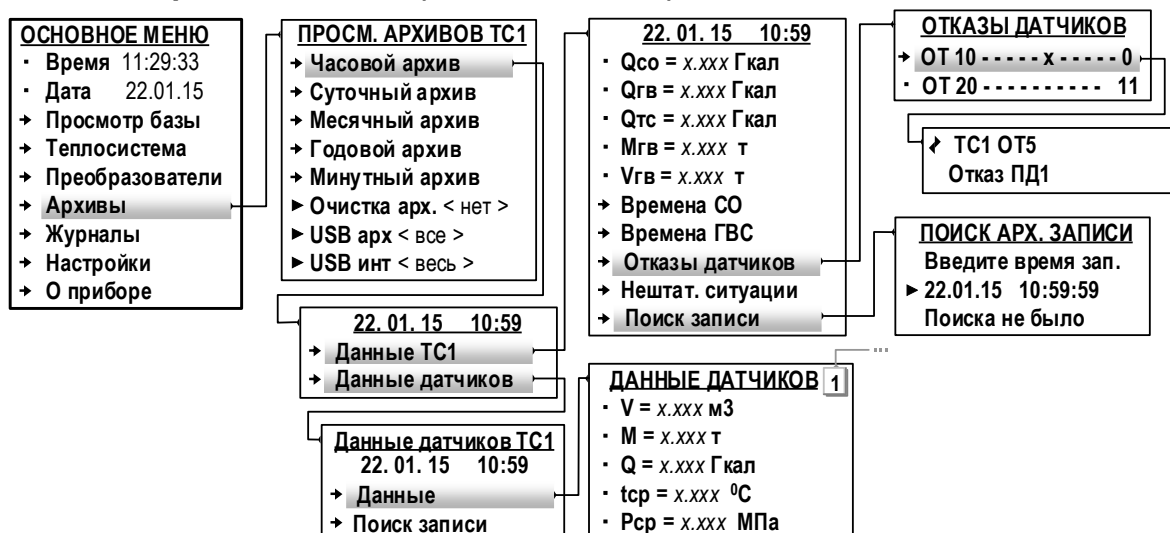

Рис.43. Вид окон индикации меню «Архивы» (режим СЕРВИС).
8.2.1. Результаты измерений и вычислений за определенный период времени работы тепловычислителя сохраняются во внутренних архивах (табл.3). Доступ ко всем архивным данным возможен только по интерфейсу. Доступ к основным архивным данным возможен из меню **Архивы**, вид которого показан на рис.43.
8.2.6. Для удобства просмотра архивных данных в ТВ предусмотрена функция **Поиск записи**. «Время записи», необходимое для начала поиска, вводятся в окне индикации **ПОИСК АРХ. ЗАПИСИ** (рис.43). В зависимости от вида просматриваемого архива параметру **Введите время зап.** (Введите время записи) необходимо назначить:
8.2.7. Очистка содержимого архивов выполняется в меню **Архивы** (рис.43) в режиме СЕРВИС. В окне индикации **ПРОСМ. АРХИВОВ ТС1 (ТС2)** для параметра **Очистка арх.** следует установить значение **да** и